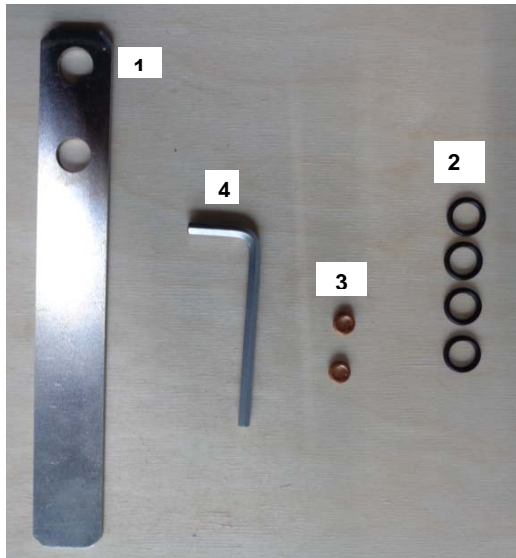

Рисунок 12
- снять кожух защитный отвернув 5 винтов крепления ключом 4 (рисунок 12)